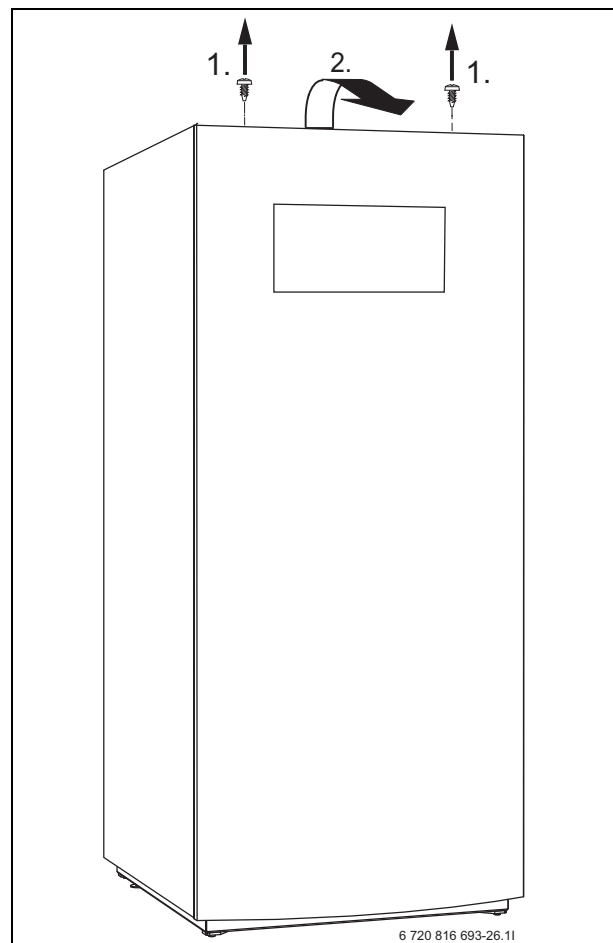

Fig. 10 Smontaggio del pannello anteriore
- ▶ Rimuovere le viti, inclinare il pannello anteriore verso l'esterno e toglierlo dall'alto (→ fig. 10).